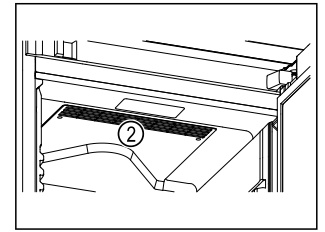

Fig. 60
- Ventilatiesleuf Fig. 60 (2) van de ventilator in de binnenruimte vrijhouden.